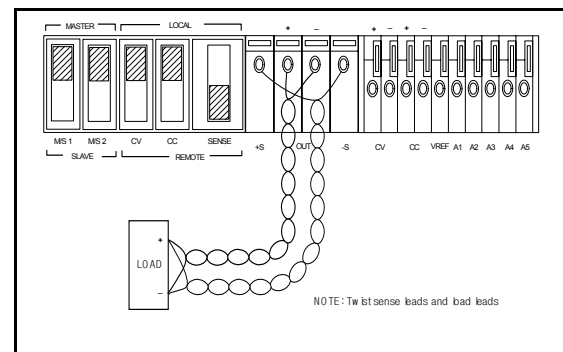

Figura 5. Sensing remoto della tensione
**Connessioni di sensing remoto.** Il sensing remoto richiede la modifica delle impostazioni dell'interruttore del pannello posteriore e il collegamento dei terminali di carico dalle uscite + e - al carico, collegando i terminali dei rilevatori dai terminali +S e -S al carico come indica la Figura 5.